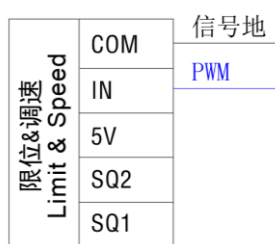

图 4.10 外部 PWM 的接线
- PWM：信号地接 COM，PWM 输入接 IN，通过调整输入 PWM 信号占空比对电机速度或驱动 PWM 进行控制，PWM 电压支持 3.3-24V，如图 4.10 所示。